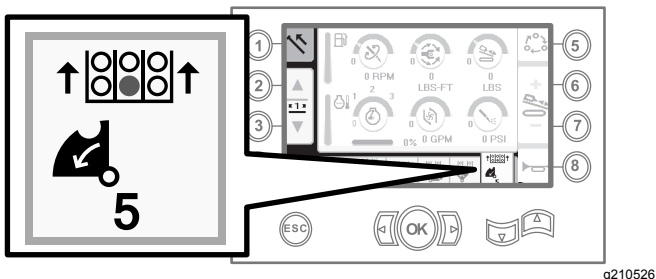

Bild 19
10. Lassen Sie den Kippschalter los, um auf den nächsten Schritt in der Folge zu gehen (Bild 19).